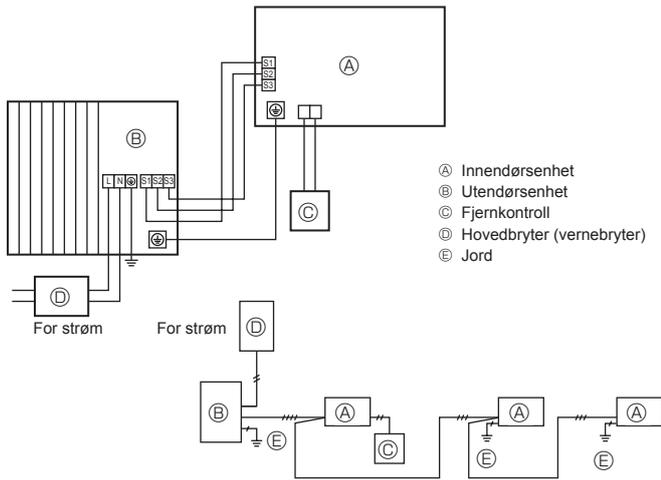
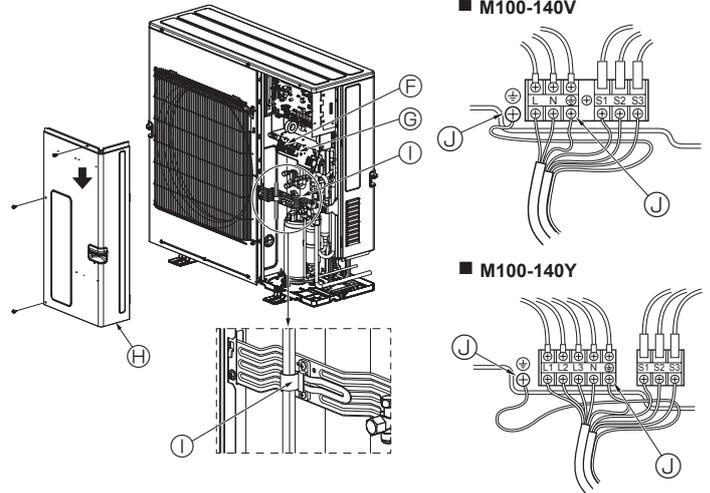

Fig. 6-1
Fig. 6-2
6.1. Utendørsenhet (Fig. 6-1, Fig. 6-2)
- ① Fjern servicepanelet.
- ② Kople til kablene med henvisning til Fig. 6-1 og Fig. 6-2.